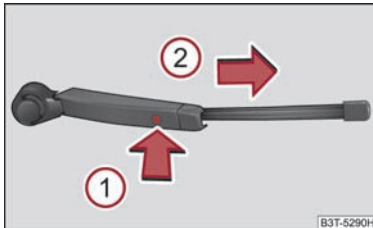

Abb. 66 Scheibenwischerblatt für Heckscheibe
- Klappen Sie den Scheibenwischerarm von der Scheibe ab und stellen Sie das Scheibenwischerblatt rechtwinklig zum Wischerarm ⇒ Abb. 66.
- Mit der anderen Hand entriegeln Sie die Sicherung ① und nehmen das Wischerblatt in Pfeilrichtung ② heraus.